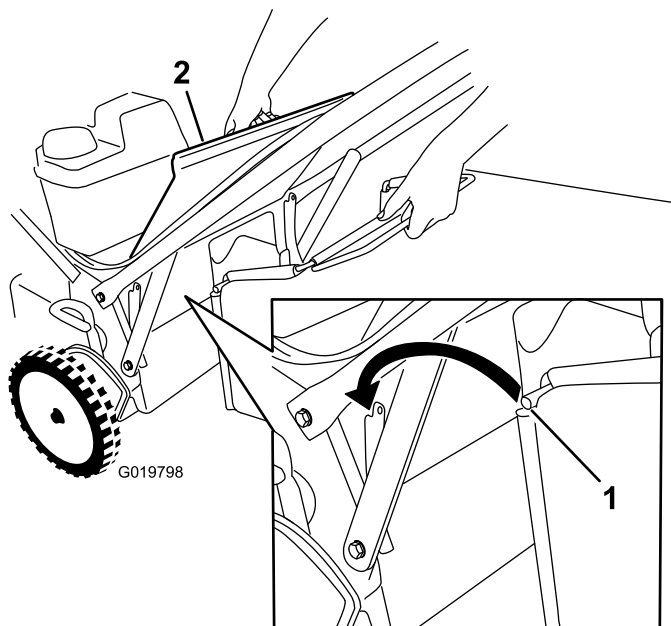

Figura 19
1. Levante y sujete el deflector trasero (Figura 19).
3. Instale la varilla de la bolsa en las muescas de la base del manillar, y mueva la bolsa hacia adelante y hacia atrás para verificar que la varilla está asentada en el fondo de cada muesca; consulte Figura 19.